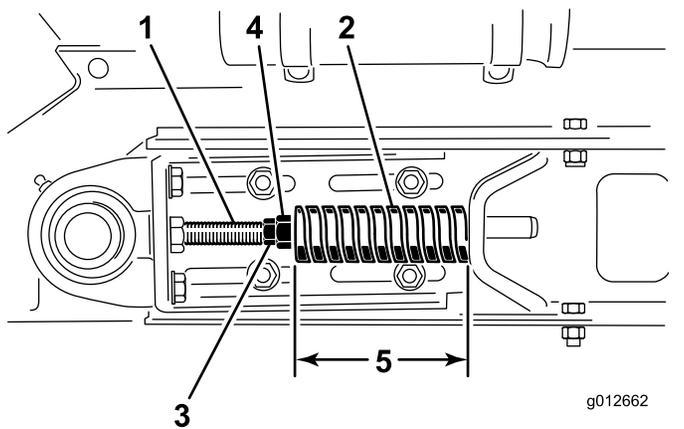

Figura 20
3. Desaperte a porca de retenção traseira (Figura 20).